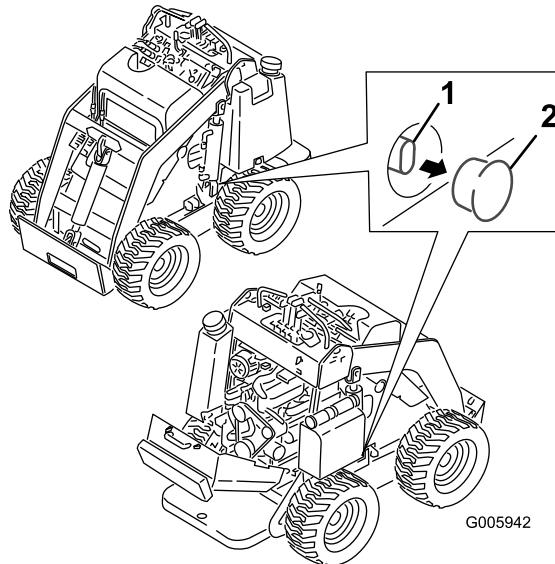

Bild 14
2. Entfernen Sie die Abdeckungen aller Schleppventile (Bild 14).